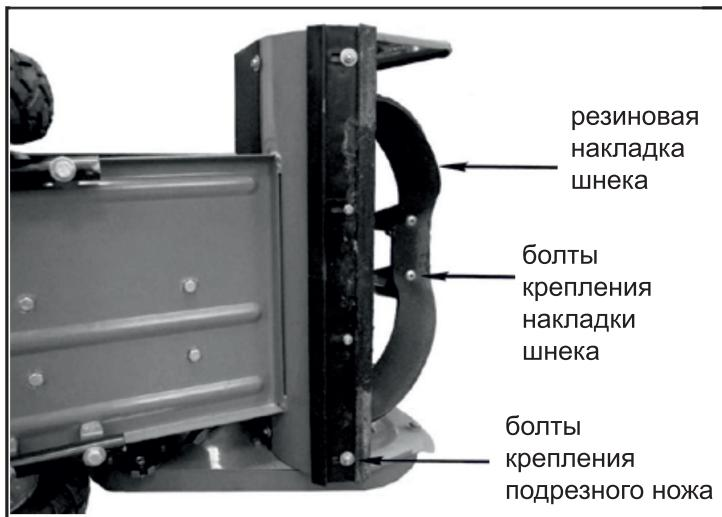

Рис. 25
11.10. Замена накладок шнека (рис. 25)